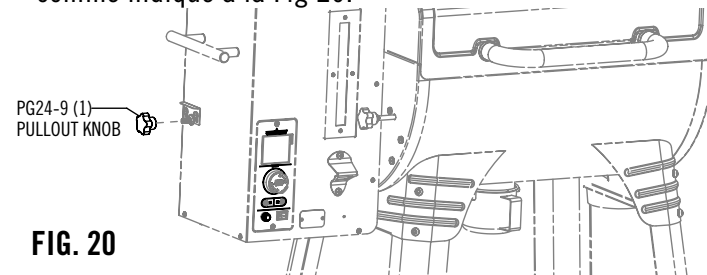

FIG. 20
1. Serrer à la main le bouton de nettoyage du bac à déchets comme indiqué à la Fig 20.